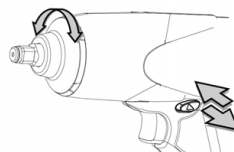

Рис. 5
4. Для обратного хода устройства (см. рис. 5) используйте рычаг переключения прямого/обратного хода на приводном блоке. Направления вращения также указаны на лицевой стороне рукоятки.